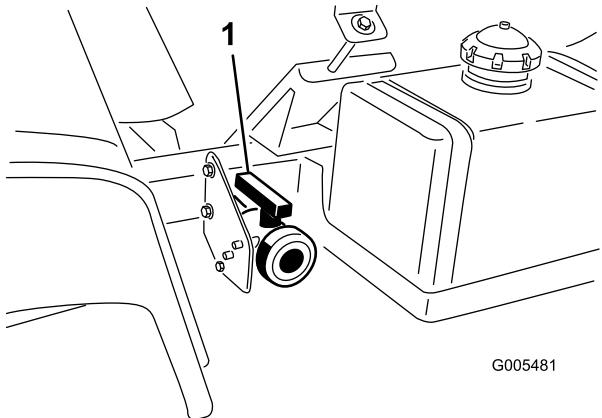

図 27
- タンクのドレン・バルブは車両の左側にある(図 27)。燃料タンクの前にあるのがドレン・バルブである。